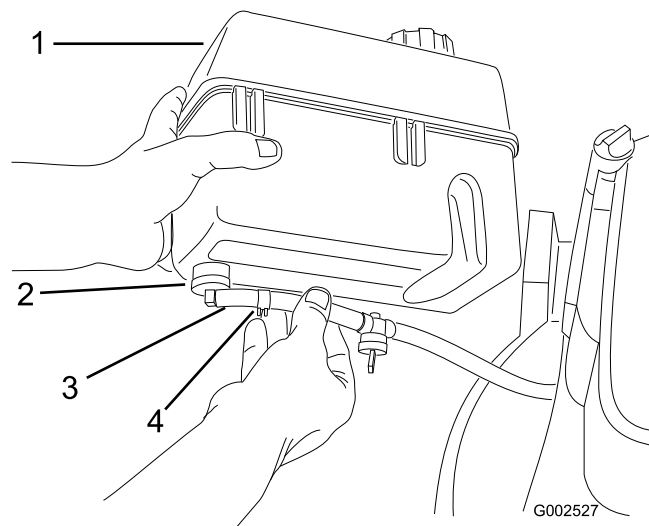

Figura 5
1. Deslice el extremo del tubo de combustible sobre el codo (Figura 5).
2. Sujete el tubo de combustible con la abrazadera del tubo de combustible (Figura 5).